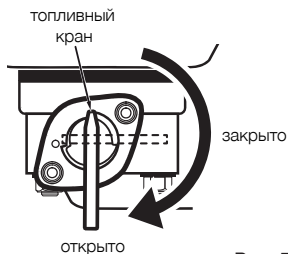

Рис. 5
- перевести топливный кран в положение «Открыто» (см. рис. 5);
8.8.8. Перевести топливный кран в положение «Открыто» (см. рис. 5).
8.9.3. Перевести топливный кран в положение «Закрыто» (см. рис. 5).